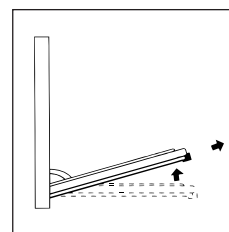

FIGURA 3
- Ora, chiudendo parzialmente la porta, è possibile sollevarla estraendo i ganci "A" come indicato in figura 3.